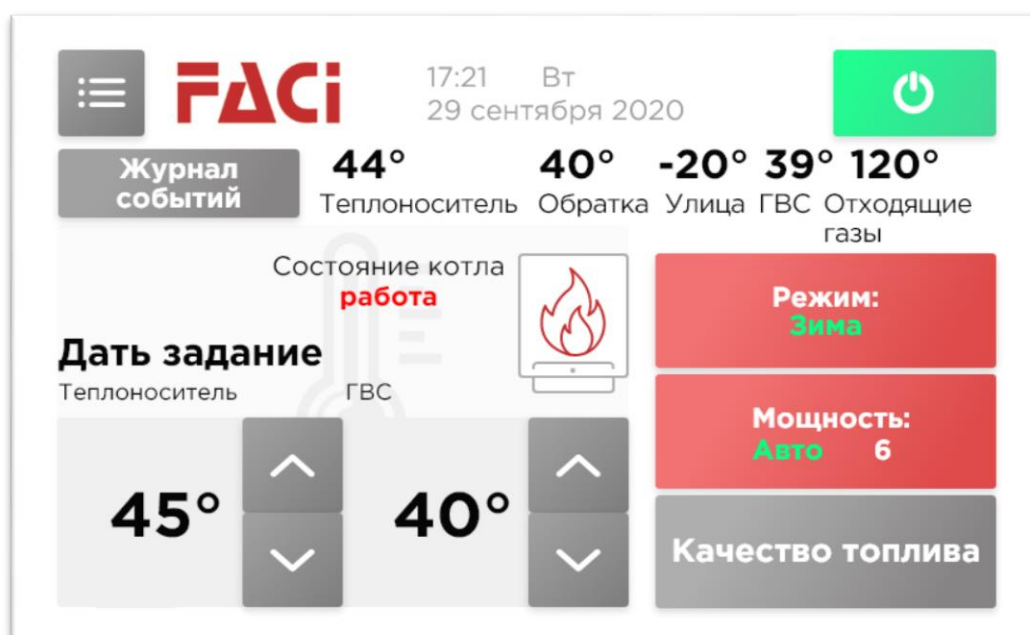

Рис. 34
- Иконка  – становится активной при срабатывании датчика нижнего уровня топлива в бункере; на рис. 34 не показана.